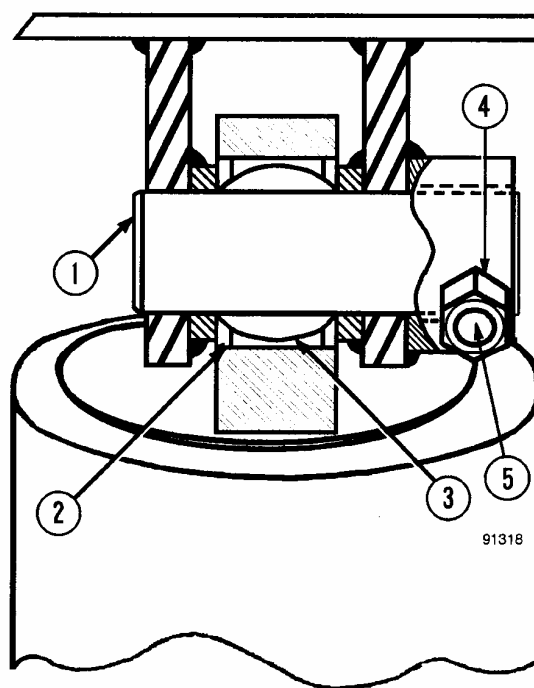
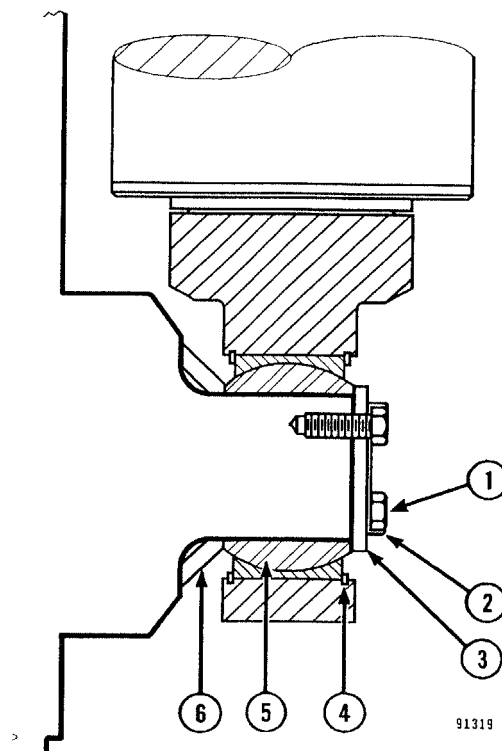

FIGURA 8-17. MONTAJE SUPERIOR DEL CILINDRO DE ELEVACIÓN
FIGURA 8-18. MONTAJE INFERIOR DEL CILINDRO DE ELEVACION
4. En el montaje superior, saque la tuerca de bloqueo (4, Figura 8-17) y el perno (5). Use una palanca de bronce y un martillo para sacar el pasador (1) de la cavidad del soporte de montaje.
7. En el montaje inferior, enderece las aletas de la placa de bloqueo para poder sacar los pernos. Saque todos los pernos (1, Figura 8-18), la placa de bloqueo (2) y la paca de retén (3).
NOTA: No pierda el espaciador (6, Figura 8-18) entre el rodamiento del cilindro y el chasis.
1. Suba el cilindro a la posición sobre el punto pivotante del chasis. El cilindro debe estar posicionado con el tapón de ventilación de purga de aire en la parte superior, hacia el frente del camión. Monte el espaciador (6, Figura 8-18). Alinee la argolla del rodamiento con el punto pivotante y empuje el cilindro a su lugar.
2. Monte la placa de retén (3), la placa de bloqueo (2) y los pernos. Apriete los pernos con un torque de **298 N.m (220 ft. lbs.)**. Doble las aletas de la placa de bloqueo sobre los planos de los pernos.
3. Alinee la argolla del rodamiento del cilindro de elevación superior con la cavidad del soporte de montaje superior. Consulte la Figura 8-17.
4. Alinee el orificio del perno de retén en el pasador con el orificio del soporte de montaje y monte el pasador. Monte el perno (5) y la tuerca de bloqueo (4). Apriete la tuerca con torque estándar.
1. Si es necesario desmontar los rodamientos de la argolla del cilindro de elevación, saque el anillo de retén (4, Figura 8-18) y saque el rodamiento (5) presionándolo.